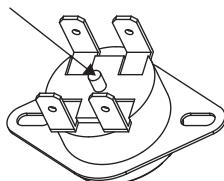

Figura 8
- O limitador de temperatura interrompe o funcionamento se o termoacumulador sobreaquecer ou se o termóstato se avariar. O limitador deve ser reposto manualmente no caso de ser ativado por uma destas duas razões (ver figura 8).